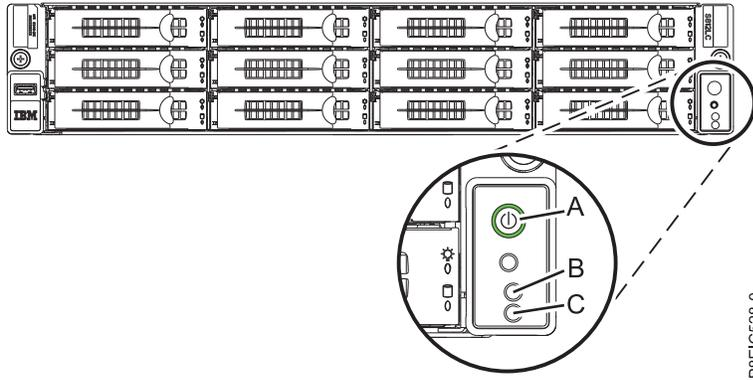

Abbildung 45. Netzschalter
- Die Betriebsanzeige blinkt (siehe Abb. 45 auf Seite 75). Blinkt die LED, befindet sich die Stromversorgung der Einheit im Standby-Modus.
3. Drücken Sie den Netzschalter (**A**) (siehe Abb. 45 auf Seite 75). Die Betriebsanzeige blinkt nicht mehr, sondern leuchtet permanent. Dies bedeutet, dass das System eingeschaltet wurde. Die Systemkühlungslüfter werden mit einer hohen Geschwindigkeit ausgeführt und kehren nach etwa 30 Sekunden zur Betriebsgeschwindigkeit zurück.